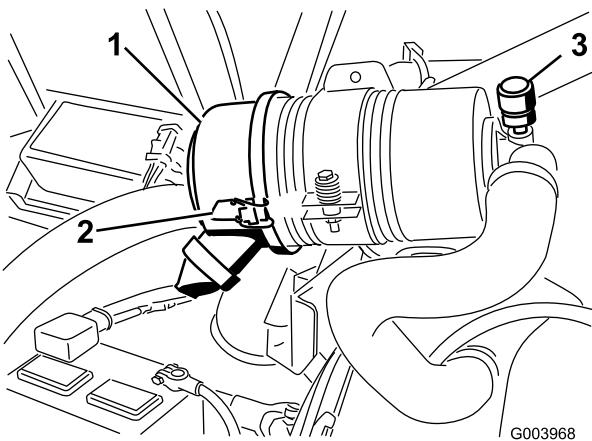

Рисунок 52
Обслуживание фильтра воздухоочистителя следует производить, только при соответствующих показаниях индикатора необходимости технического обслуживания (Рисунок 52). Замена воздушного фильтра без необходимости ведет лишь к повышению вероятности попадания грязи в двигатель при извлечении фильтра.
- Отпустите защелки, фиксирующие крышку воздухоочистителя на его корпусе (Рисунок 52).